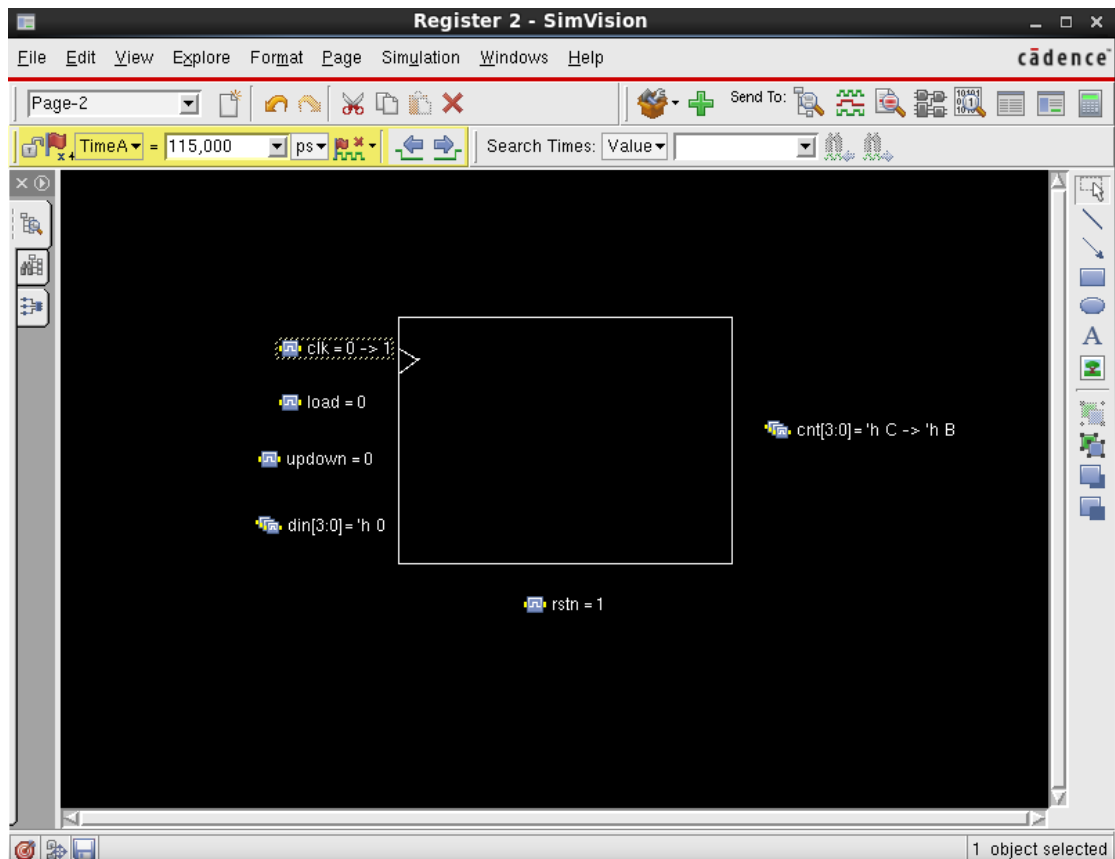

图13
(2)可以用寄存器窗口右侧按钮可以在窗口中自由地画图形化的图标与文本，用来管理目标布局，鼠标放在按钮上时，有关于按钮作用的快速提示。利用按钮工具画出简易的输入输出关系与状态图，如图13 所示，在TimeA=框中键入时间，界面将显示当前各信号的值。